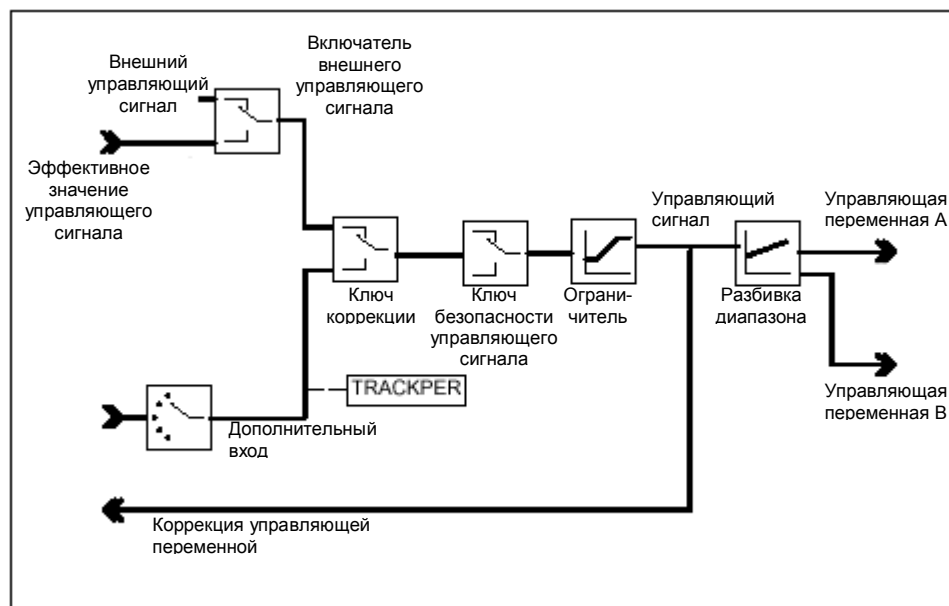

Рис. 7-18 Отображение сигналов регуляторов непрерывного или пошагового управления
- TRACKPER - входное значение трекинга на выходе регулятора (см. рис. 7-18).